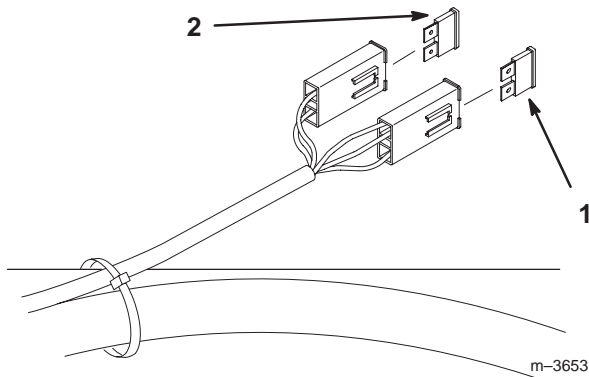

Figure 61
1. Soulevez le siège pour accéder au porte-fusibles (Fig. 61).
2. Pour remplacer un fusible, tirez dessus pour l'enlever (Fig. 61).